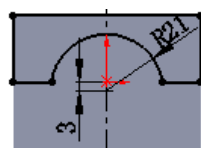

图 16.2.14 横断面草图
② 定义横断面草图。在草图环境中绘制图 16.2.14 所示的横断面草图。